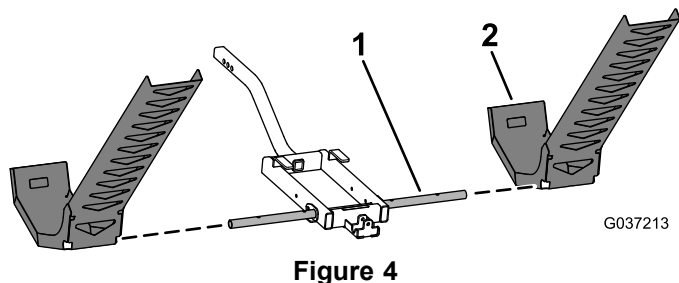

Figure 4
3. Glissez les rampes d'épandeur gauche et droite sur l'axe de pivot (Figure 4).